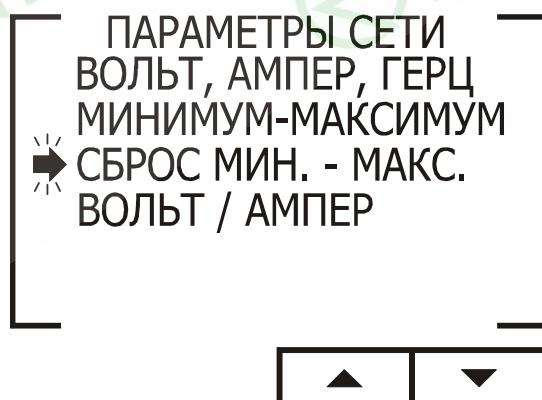

Рис. 25
- Нажмите кнопку «Enter». На дисплее появится экран настройки режима отображения значений напряжения, тока и частоты сети (рис. 25):